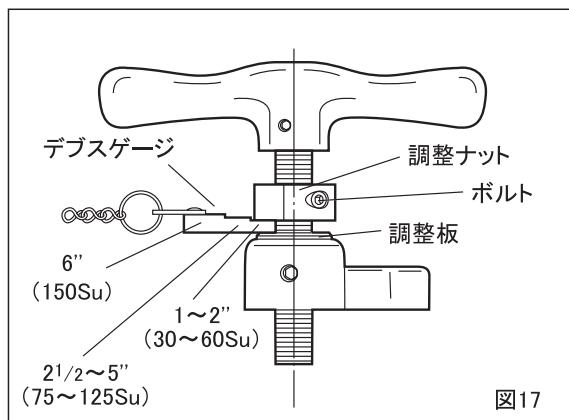

図17
②デブスゲージを調整板の上に乗せ、パイプサイズに合った厚みの部分を調整ナットで挟んだ後、ボルトをしっかりと締め込んで調整ナットをロックします。(図17)
③デブスゲージを調整板から引き抜いて外します。